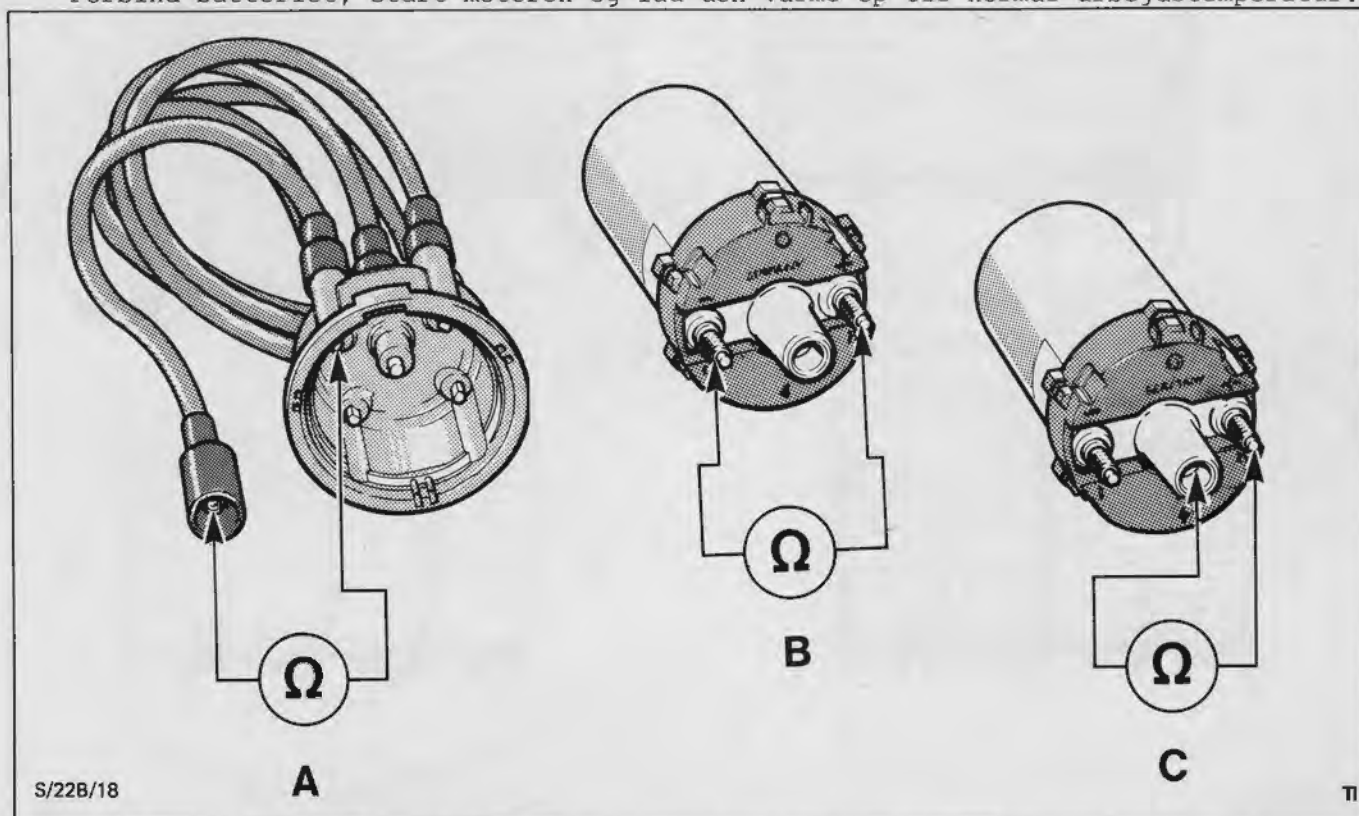

Fig.23. Kontrol af modstand i tændledninger, tændspolens primær- og sekundærkreds med et ohmmeter
3. Kontroller tændledningernes modstand ved at forbinde et ohmmeter med tændledningens tændrørsklemme og den respektive indvendige klemme (rotorkontakt) i fordelerdækslet og noter modstanden. Hvis modstanden er stor, skal forbindelsen mellem ledning og fordelerdæksel renses og modstanden atter kontrolleres, før ledningen monteres. Se Tekniske Data. Gentag kontrollen for alle tændledninger (KONTROL A i Fig.23).
4. Kontroller spolens primærmodstand ved at forbinde et ohmmeter mellem de to lavspændingsforbindelser på spolen, indstil på den rette skala og noter modstanden, se Tekniske Data. (KONTROL B i Fig.23).
5. Kontroller spolens sekundærkreds ved at forbinde ohmmetret med spolens tændledningsforbindelse og en af de to lavspændingsforbindelser, indstil skalaen og noter modstanden. Se Tekniske Data. (KONTROL C i Fig.23).